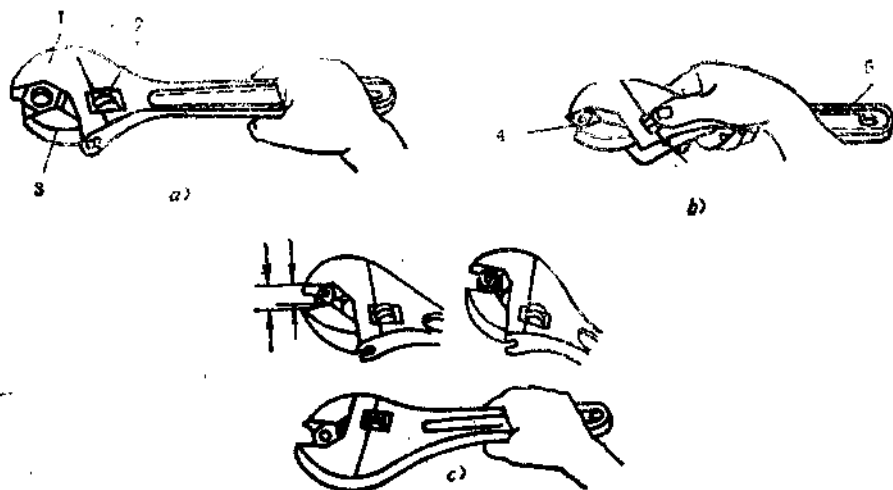

图1-6 络扳手使用方法
8. 活络扳手 活络扳手是一种旋紧或起松有角度螺栓或螺母的工具。活络扳手由头部和柄部组成。头部由活络扳唇、呆扳唇、扳口、蜗轮和轴销等构成，如图1-6所示。旋转蜗轮可调节扳口的大小。规格以长度×最大开口宽度（单位为毫米）来表示，电工常用的活络扳手有150×19、200×24、250×30和300×36等四种。